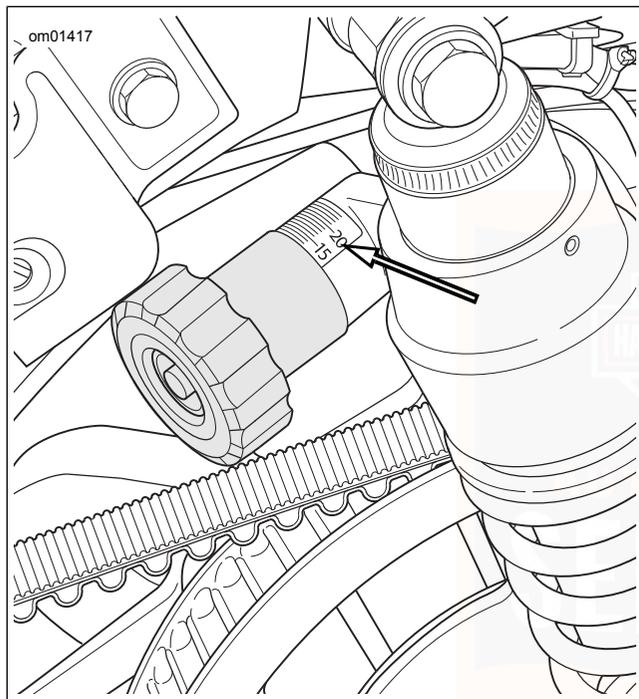

Abbildung 36. Vorspannungseinstellknopf
2. Siehe Abbildung 36. Den Knopf in die gewünschte Stellung für die erwartete Last drehen. Der Knauf klickt nach jeder halben Umdrehung. Siehe Tabelle 21, Tabelle 22 oder Tabelle 23.